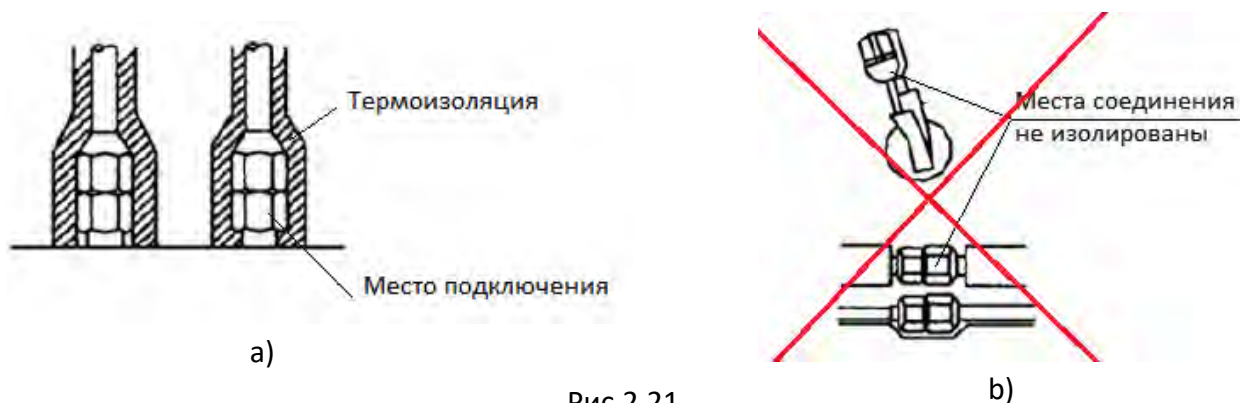

Рис.2.21
- Места подключения и соединения труб должны быть покрыты термоизоляцией изоляцией (рис.2.21)